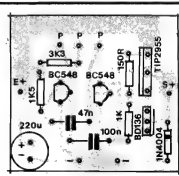

Fig. 3
- FIG. 3 - CHAPEADO DA MONTAGEM - "Chapeado" é o nome que damos à visão do lado não cobreado da placa, já "ocupado" pelos componentes em suas posições definitivas de soldagem... Seu acompanhamento requer uma certa dose de atenção, porém não é nada complicado... Os pontos principais são relacionados a seguir: